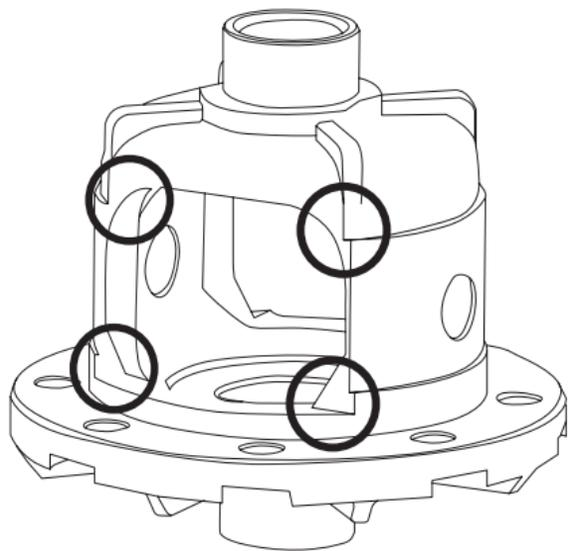

Рис. 2
5. При установке блокировки в корпус дифференциала Mitsubishi Pajero Mini в местах, отмеченных на **Рис. 2**, необходимо снять часть металла, используя круглый напильник (**см. раздел Инструменты**).